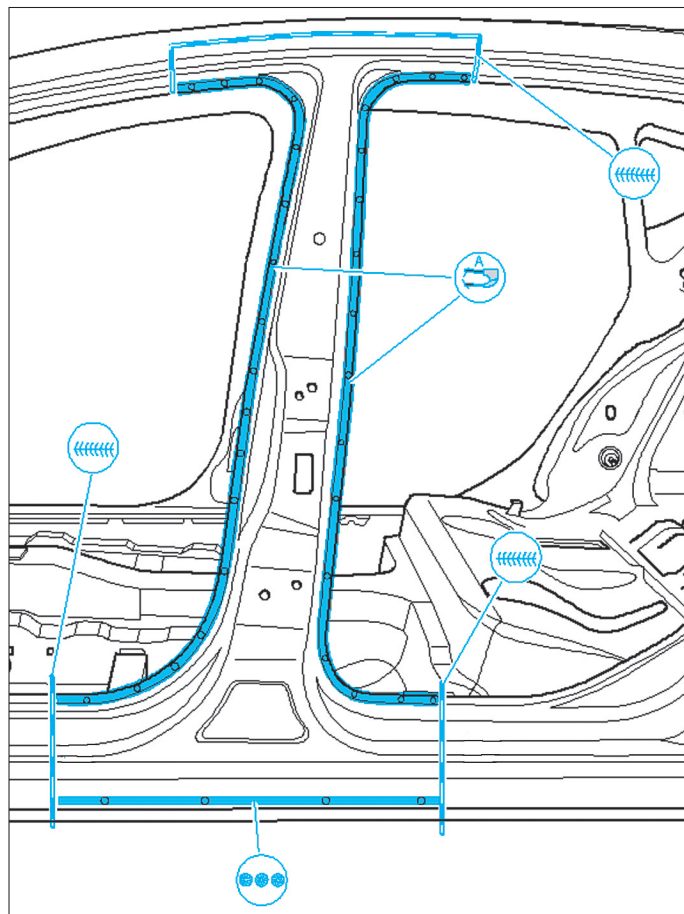

FIG. 37
- Effectuer les soudures correspondantes (Fig.37).